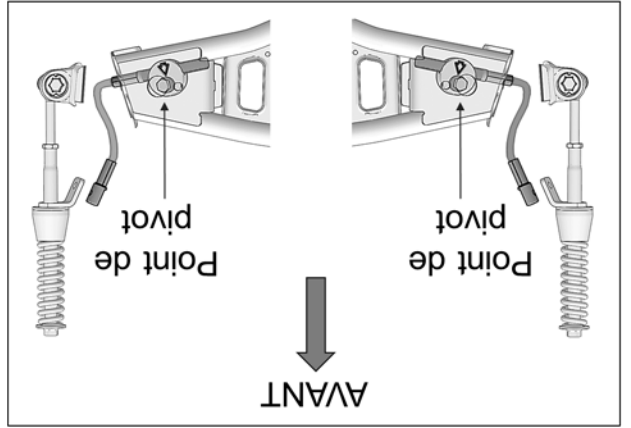

Fig. 28
câble du limiteur de conduite. Voir la Fig. 28
20. Tourner le volant du véhicule au maximum de la course du côté gauche. En maintenant une pression au volant, ajuster le câble (en vissant ou dévissant pour ajuster la longueur). Voir la Fig. 28